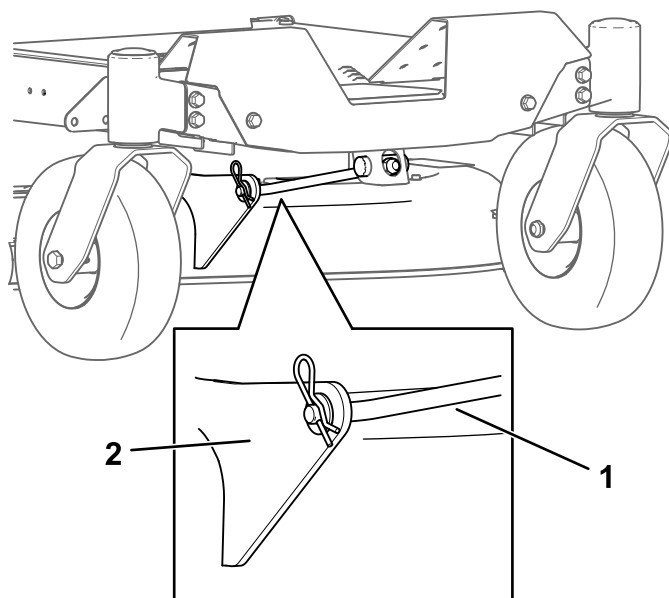

Рисунок 71
4. Снимите шплинт с переднего опорного стержня и снимите стержень с кронштейна деки (Рисунок 71).
8. Прикрепите передний опорный стержень к деке газонокосилки с помощью шплинтуемого штифта и шплинта (Рисунок 71).